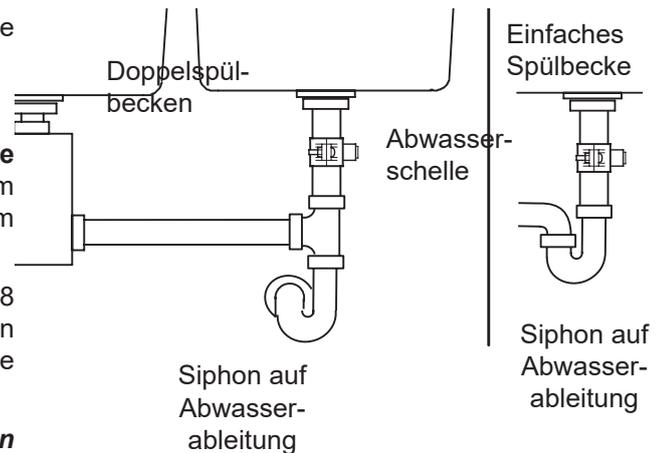

ABB. 6
- **Installation der mit dem Gerät gelieferten Abwasserschelle** (siehe Abb. 6 und 7). Diese ist bei der Installation unter einem Waschbecken zu verwenden. Die Abwasserschelle wird auf dem Abflussrohr oberhalb des Siphons montiert. Siehe Abb. 6.
Die mit der AEG-Umkehrosmoseanlage gelieferte Abwasserschelle ist für den Anschluss an einem Abflussrohr eines Durchmessers von 3,8 cm ausgelegt. In den folgenden Schritten wird die Abwasserschelle über dem Siphon des Abflussrohrs (auf dessen Zuleitung) angebracht (siehe Abb. 6). Hierbei müssen die örtlichen Vorschriften für Sanitärinstallationen eingehalten werden.